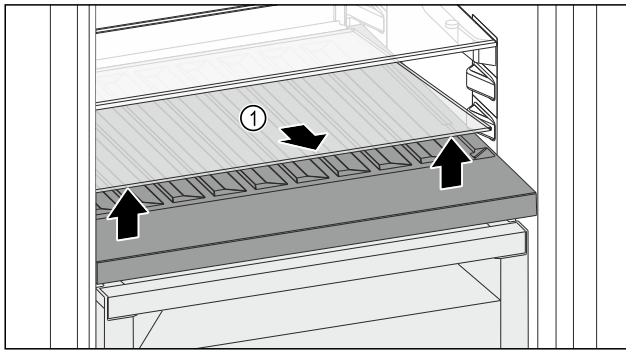

Fig. 144
- ▶ Glasplatte Fig. 144 (1) an der Aussparung vorne anheben und herausnehmen.
- ▶ Glasplatte Fig. 144 (1) außerhalb des Geräts sicher aufbewahren.
- ▶ Glasplatte (2) unter der variablen Flaschenablage einlegen.